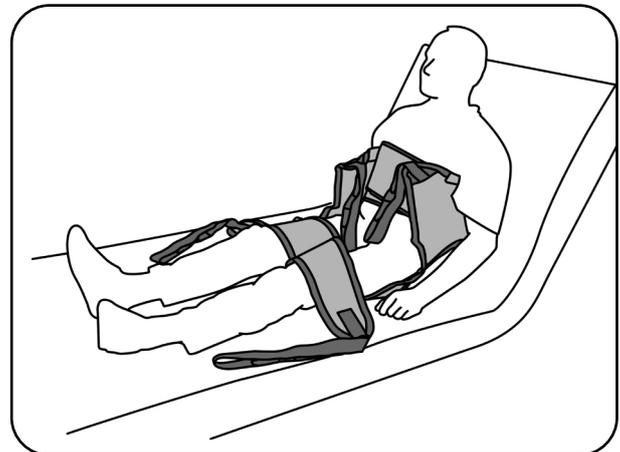

Abb. 8.3.02 - Beinstützen zwischen den Beinen des Patienten positioniert
8. Verschließen Sie die Brustschlaufe um den Brustkorb des Patienten mit dem Klettverschluss so, dass der Liftergurt in seiner Position fixiert ist und den Patienten nicht einschnürt (Abb. 8.3.02).
9. Führen Sie die Beinstützen von außen nach innen unter den Oberschenkeln des Patienten durch, so dass die Beinschlaufen zwischen den Oberschenkeln liegen. Achten Sie darauf, dass die Beinschlaufen gleich lang sind. Straffen Sie die Beinstützen durch seitliches Ziehen, damit sie faltenfrei anliegen (Abb. 8.3.02).